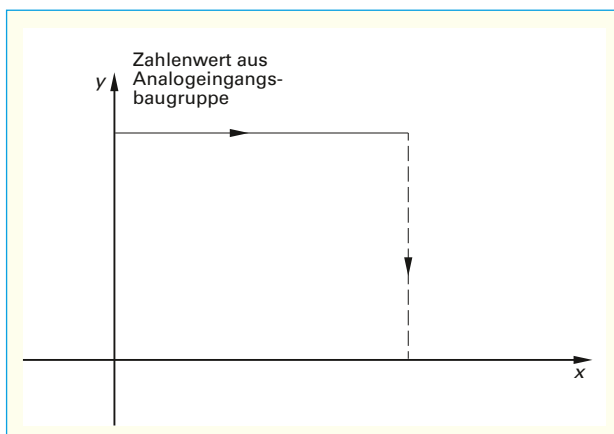
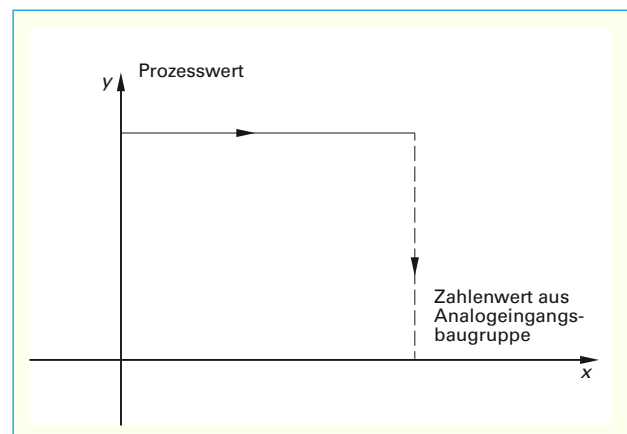

Bild 1: Normierung
Bild 2: Denormierung
c) Ergänzen Sie die Größen für einen Tank mit 500 Liter und den Binärwert 27648 in **Bild 1** und **Bild 2**.